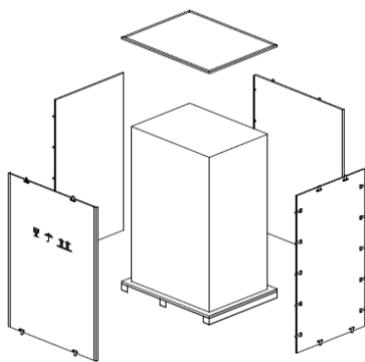

Рис. 2-3 Распаковка ящика
3) С помощью шила и молотка вскройте верхнюю пластину деревянного ящика со стальными краями, а затем боковые доски (см. рис. 2-3).